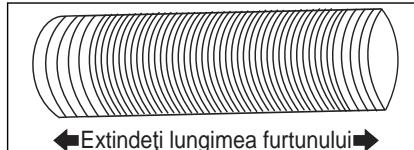
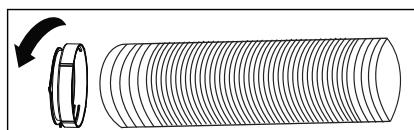

Fig. 5
Fig. 6
3. Extindeți oricare dintre capetele furtunului (Fig. 5) și însurubați furtunul pe adaptorul A (Fig. 6).